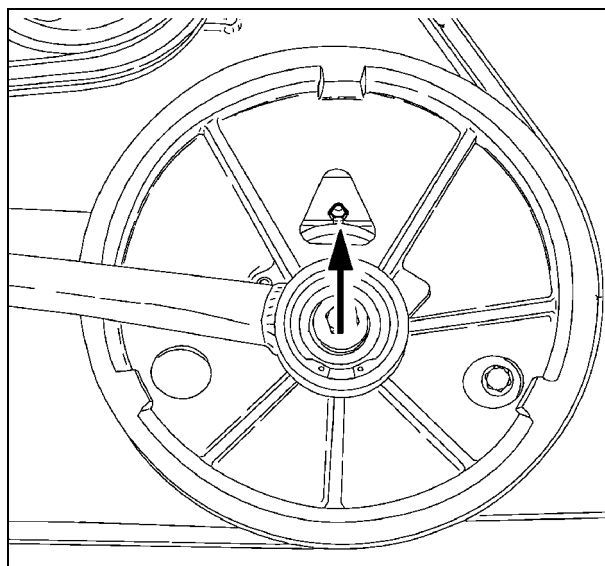

Рис. 45
**37. Левая подшипниковая опора шнека недомолота - Рис. 45**